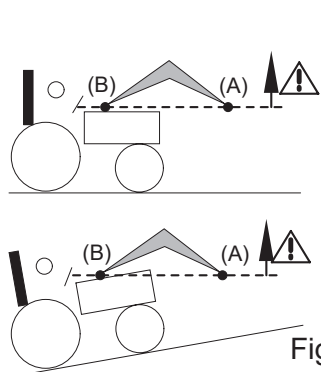

Fig. 2
- Podczas podnoszenia i przemieszczania się od momentu, gdy punkt obrotu narzędzia (A) przekroczy poziom punktu przechyłu ładowacza (B) (patrz rys. 2) nie wolno spuszczać ładunku z oczu. Jeśli zajdzie taka potrzeba, należy skorygować położenie narzędzia w taki sposób, aby ładunek nie był nigdy skierowany ku kierowcy (patrz rys. 3).
**! NIEBEZPIECZEŃSTWO:** Jeśli ładunek nie jest prawidłowo zabezpieczony, operatorowi grozi upadek ładunku, gdy punkt obrotu narzędzia (A) przekroczy poziom punktu obrotu ładowacza (B) (patrz rys. 2).
**NIEBEZPIECZEŃSTWO:** Zabrania się nabierania ładowacza, gdy punkt obrotu narzędzia (A) przekracza poziom punktu obrotu ładowacza (B) (patrz rys. 2).